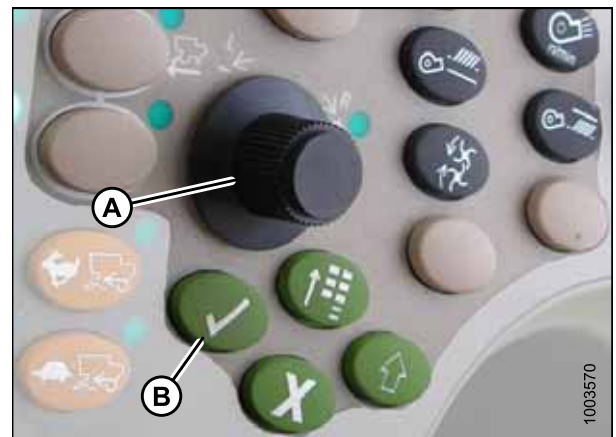

Abbildung 3.267: Bedienkonsole in John Deere-Mähreschern
7. Mit dem Auswahldrehknopf im Listenfeld (A) nach unten blättern und den Eintrag HEADER (Schneidwerk) markieren. Die Auswahl mit der Häkchentaste bestätigen (Auswahldrehknopf und Taste sind in Abbildung 3.267, Seite 179) dargestellt.
8. Zum Symbol mit einem Pfeil in einem Diamanten (B) rechts unten auf dem Display schalten und die Auswahl mit der Häkchentaste bestätigen.